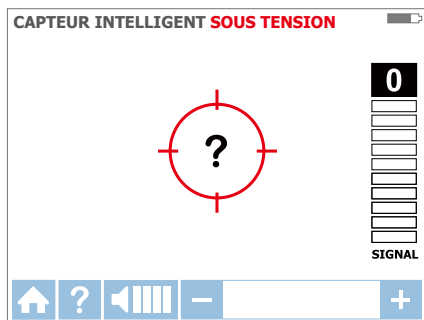

Figure 3.1d : Aucun signal détecté
3. Tenez le récepteur avec le Capteur intelligent™ orienté vers la zone cible. Si un « ? » dans une cible rouge clignote à l'écran, aucun signal n'est détecté ou le signal n'est pas suffisant pour afficher la direction. (Figure 3.1d). Approchez le Smart Sensor™ de la zone cible jusqu'à ce que le signal soit détecté et que vous visualisiez une flèche directionnelle. Si aucun signal n'est détecté, augmentez la sensibilité à l'aide du bouton « + » du récepteur.\*